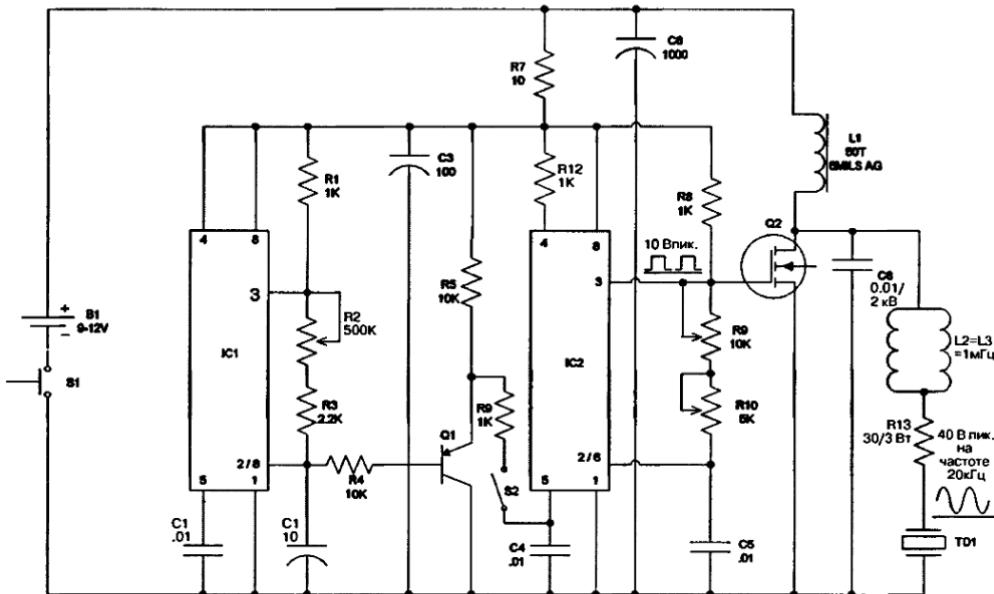

Рис. 27.2. Принципиальная схема фазера болевого поля
Таймер IC2 подключен по схеме стабильного мультивибратора, работающего в режиме свободных колебаний, частота которого изменяется переменным сопротивлением R9 (рис. 27.2). Резистор R10 задает диапазон изменения перемененного
4. Если у вас есть осциллограф, вы можете наблюдать форму волны (см. рис. 27.2).